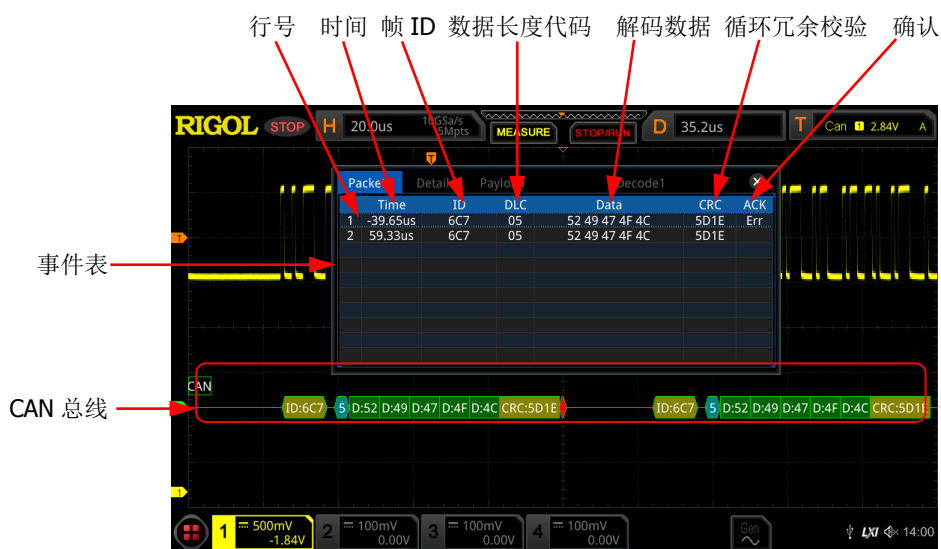

图 11-11 CAN 解码事件表
- 打开或关闭事件表:连续点击 **事件表** 键,打开或关闭事件表显示。打开事件表,屏幕弹出如图 11-11 所示的事件表。您可以点击事件表右上方的图标  关闭事件表功能。另外,当运行状态为“STOP”时,您还可以用鼠标选择指定行并查看相应的解码信息。